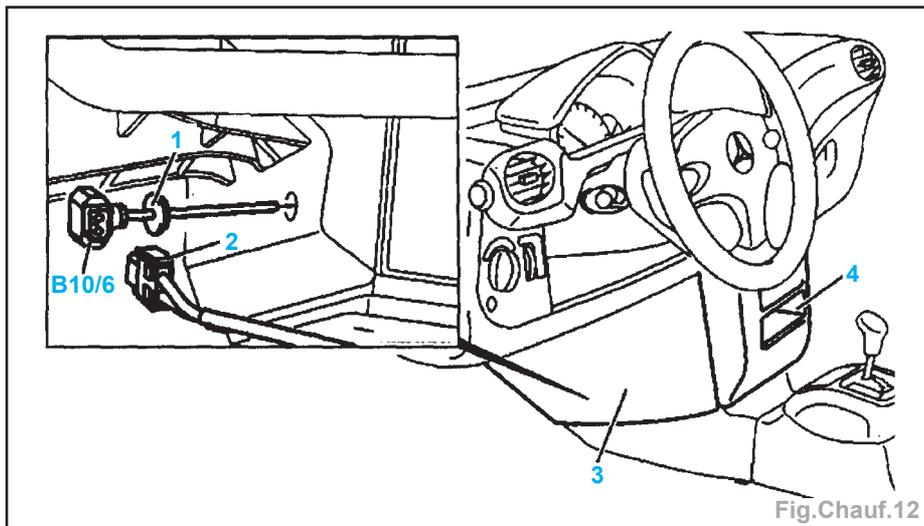

Fig. Chauff.12
- Déconnecter la fiche (2) du capteur (Fig. Chauff.12).